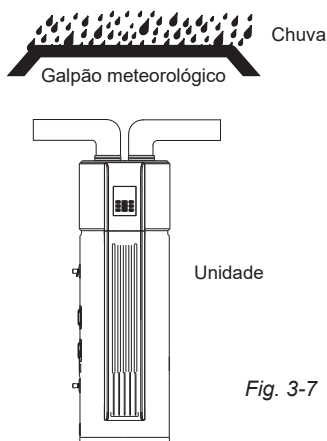

Fig. 3-7
- Em termos de conexão da unidade com a conduta que chega ao exterior, deve ser realizada uma medida confiável de resistência à água na conduta, para evitar que a água caia no interior da unidade (Fig. 3-7).